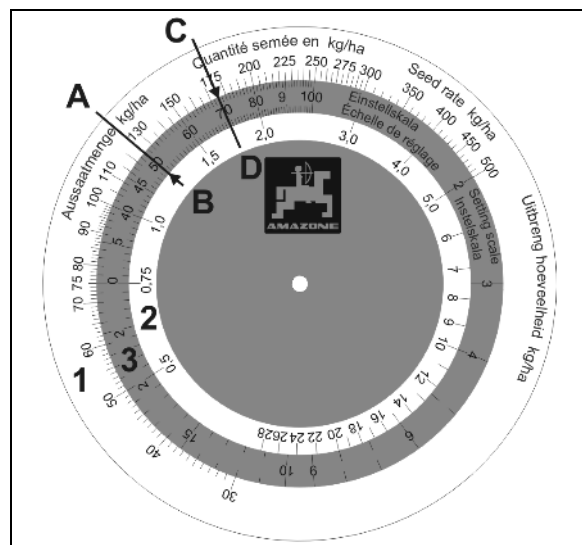

Fig. 69
6. Sæt prøvehåndsvinget (Fig. 69/1) på støttehjulet (Fig. 69/2).
7. Drej støttehjulet mod uret ved hjælp af prøvehåndsvinget (Fig. 69/1), indtil alle doseringsvalsernes kamre er fyldt med såsæd, og der strømmer en ensartet mængde såsæd ned i alle prøveudtagningsbeholderne.